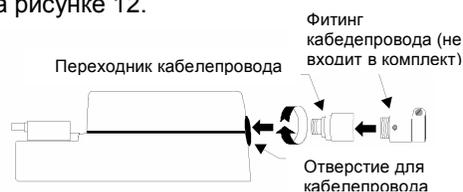

Рисунок 12: Подключение переходника кабелепровода
4. Вставьте фитинг кабелепровода (не поставляется) в переходник и затяните вручную по часовой стрелке. (См. рисунок 12).